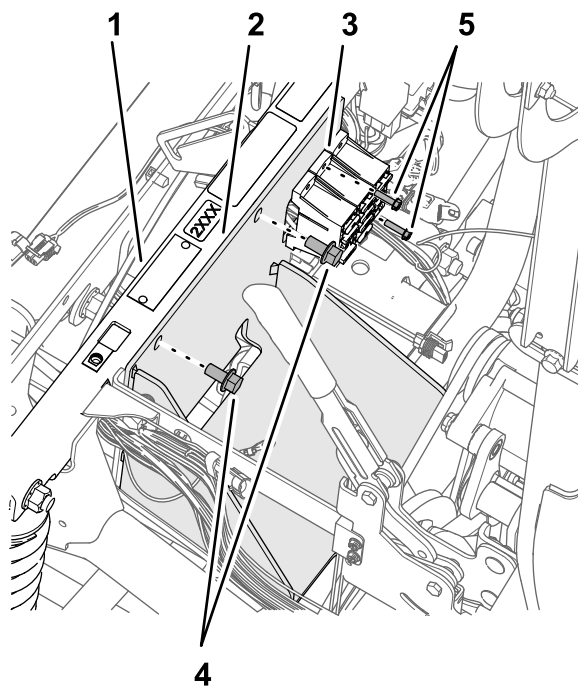

Рисунок 173
2. Установите кронштейн аккумуляторной батареи на опорную трубу амортизатора (Рисунок 173) с помощью двух болтов с фланцевыми головками ($\frac{3}{8} \times \frac{3}{4}$ дюйма), сохраненных после выполнения пункта 4 в разделе Демонтаж аккумуляторной батареи \(300 А\) и кронштейна аккумуляторной батареи. (страница 85).
4. Прикрепите блоки предохранителей к кронштейну аккумуляторной батареи (Рисунок 173) с помощью болта (10-24 x $\frac{3}{4}$ дюйма) и гаек (10-24), снятых при выполнении пункта 3 в разделе Демонтаж аккумуляторной батареи \(300 А\) и кронштейна аккумуляторной батареи. (страница 85).